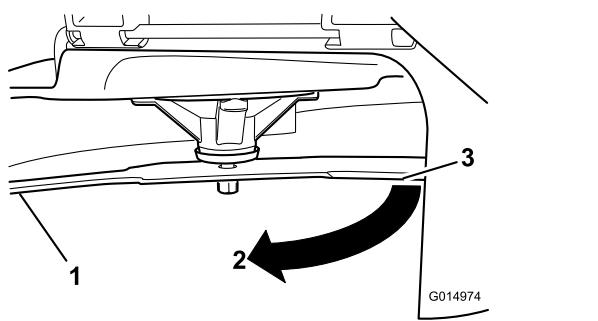

Figure 66
3. Distance mesurée entre la lame et la surface (A)
4. Tournez la même lame de 180 degrés pour amener l'autre tranchant à la même position (Figure 66).